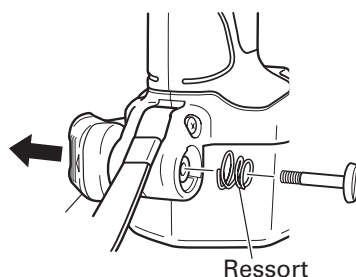

Fig. 7
- Retirer le crochet et le ressort. (Fig. 7)